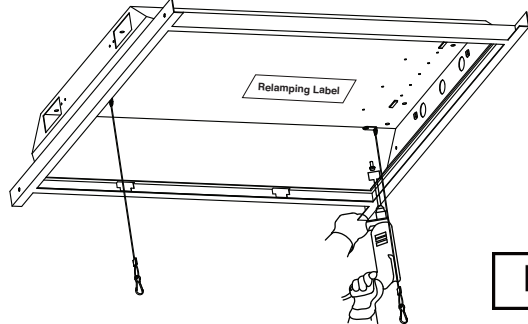

Fig. 1
1. Percez deux trous à travers le boîtier à l'aide de vis auto-taraudeuses et fixez les câbles de sécurité. Appliquez l'étiquette de remplacement de lampes sur le boîtier dans un endroit où elle sera visible après l'installation. (Fig. 1)